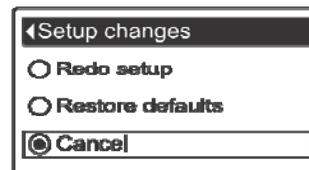

РИС. 85
7. Нажать кнопку ВЫБОР (O) для отображения меню **Изменения настроек** (См. Рисунок 85).
8. Если желаемая опция уже отмечена черной точкой напротив неё (См. Рисунок 85), перейти к Шагу 9. В противном случае, нажать кнопки ВНИЗ (▼) или ВВЕРХ (▲), чтобы прокрутить до желаемой опции, затем нажать кнопку ВЫБРАТЬ (O) чтобы подтвердить её.